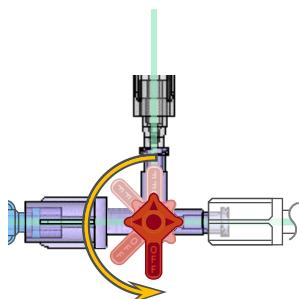

Figura 7 – Retomar o armazenamento
- b. Para retomar o armazenamento de contraste, oriente a torneira do DyeVert Power XT de modo que fique ABERTA para a *torneira de seleção de válvula* e para o cateter. (Ver Figura 7)
- Para retomar o armazenamento de contraste, oriente a torneira do DyeVert Power XT de modo que fique ABERTA para a *torneira de seleção de válvula* e para o cateter. (Ver Figura 7)